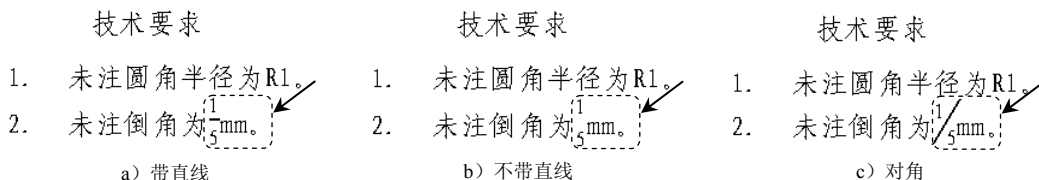

图 6.7.11 “层叠注释”样式
- **外观** 区域：用于设置层叠注释的大小和样式。层叠注释的样式包括以下三种：“带直线”、“不带直线”和“对角”三种，如图 6.7.11 所示。